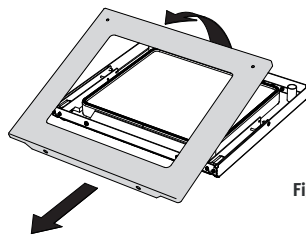

Fig. 71
- Rabattre vers l'avant le cache de la porte du four par le côté de la poignée et le retirer (Fig. 71).